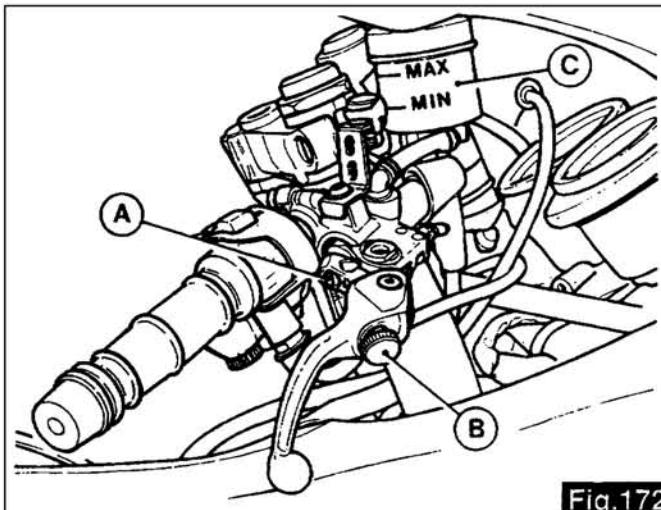
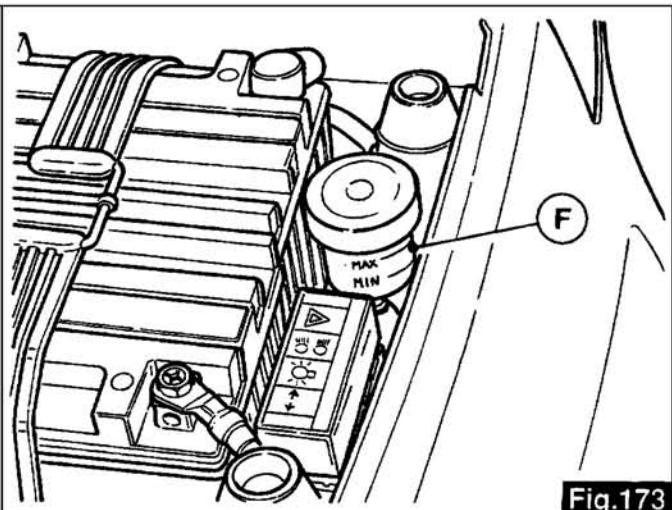

Fig.172
Fig.173
18.2 CONTRÔLE DU NIVEAU D'HUILE DANS LES RÉSERVOIRS (figures 172 et 173)
1 Vérifiez fréquemment le niveau du fluide dans le réservoir avant «C» fig.172 et dans celui arrière «F» fig.173. Ce niveau ne doit jamais descendre en-dessous du repère de minimum gravé dans les réservoirs.
18.2 KONTROLLE BREMSFLÜSSIGKEITSSTAND IN DEN TANKS DER BREMSZYLDNER (Abb.172 und 173)
1 Häufig den Bremsflüssigkeitsstand im Behälter vorne «C» auf Abb.172 und hinten «F» auf Abb.173 kontrollieren. Dieser Flüssigkeitsstand darf nie unter den auf den Behältern angegebenen Mindestpegel absinken.